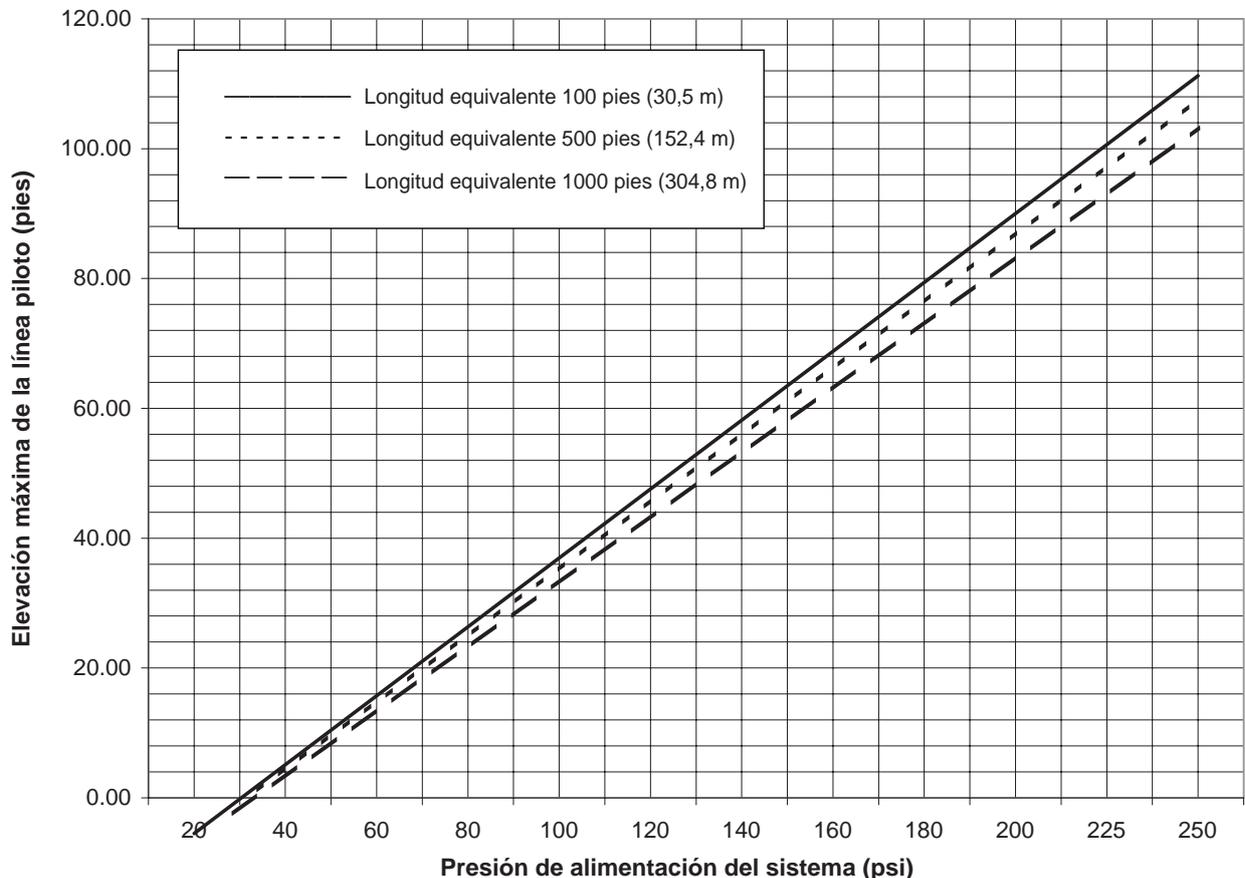

Figura 1: Componentes del sistema
4. INSTALACIÓN (CONSULTAR LA FIGURA 1 PARA IDENTIFICAR LOS COMPONENTES DEL TRIM)
B. Puesta en servicio (véase la Figura 1 y los correspondientes Esquemas de accesorios y datos técnicos para el sistema utilizado).
C. Reposición automática (Ver la Figura 1 para identificar los componentes del trim)
6. INSPECCIÓN, PRUEBAS Y MANTENIMIENTO (VÉASE LA FIGURA 1 PARA IDENTIFICAR LOS COMPONENTES DEL TRIM)